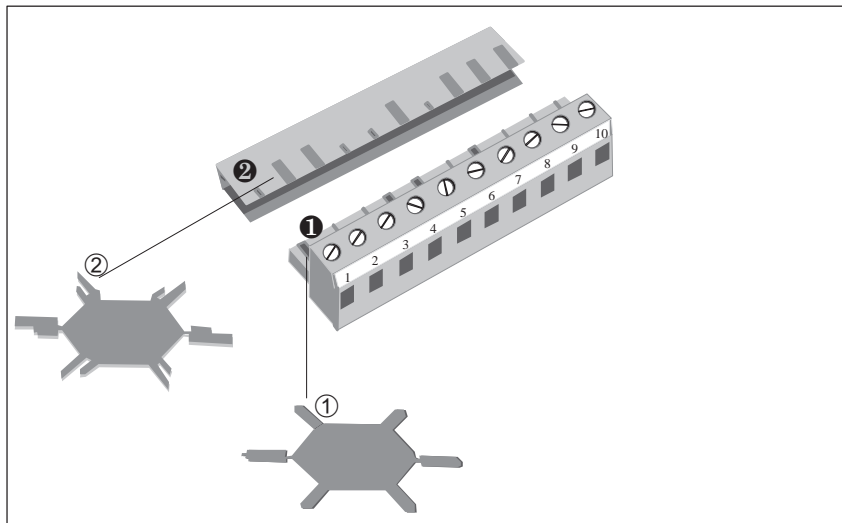

Bild 2-17 So wird verhindert, daß Stecker vertauscht werden
Mit den Codierprofilen ① und den Codierreitern ② (siehe Bild 2-17) ist es möglich, einen Steckerverbinder vertauschsicher zu machen. Hierzu gehen Sie folgendermaßen vor:
1. Stecken Sie die Codierprofile ① auf den Steckerteil ❶ in die dafür vorgesehenen Nuten.
2. Stecken Sie Codierreiter ② am Grundgehäuse ❷ in die entsprechenden Aussparungen.